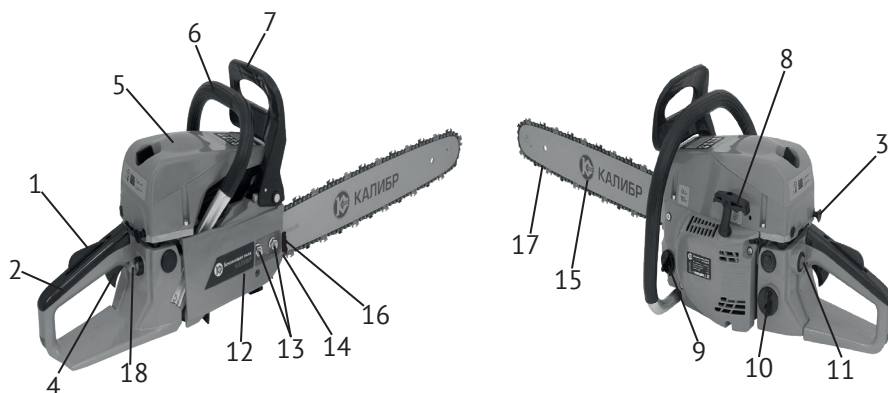

рис. 1
Бензопила – инструмент, использующий в качестве привода одноцилиндровый двухтактный бензиновый двигатель внутреннего сгорания. Рабочим органом пилы является пильный аппарат, состоящий из бесконечной (замкнутой) пильной цепи (рис.1 поз.17), которая движется по шине (рис.1 поз.15).
Двигатель работает на топливе из смеси неэтилированного бензина с октановым числом не менее 92 и специального масла для 2-тактных двигателей. Он оснащён мембранным карбюратором и электронной системой зажигания. Для запуска двигателя служит ручной стартёр (рис.1 поз.8) и ручной насос (праймер, рис.1 поз.18) для предварительной подкачки топлива в карбюратор.
Ведущая звёздочка приводится в движение автоматической муфтой сцепления. На холостых оборотах зацепление не происходит, и пильная цепь не движется. Увеличиваем обороты двигателя до рабочих нажатием на рычаг управления дросселем (рис.1 поз.4). При этом колодки муфты сцепления расходятся и входят в зацепление с барабаном. Вращение начинает передаваться на приводную звёздочку пильной цепи. После отключения рычага управления дросселем, обороты двигателя снижаются до холостого хода (около 2800 об/мин), цепь автоматически останавливается. Остановка цепи также осуществляется механическим тормозом двойного действия: вручную, нажав левой рукой на щиток тормоза (рис.1 поз.7) от себя, или при срабатывании автоматического инерционного привода (при отскоке, защемлении цепи).
Две рукоятки пилы – передняя (рис.1 поз.6) и задняя (рис.1 поз.2) оснащены устройством виброгашения.
### 2.4 Общий вид бензопилы представлен на рис.1
### 2.5.1 Установка зубчатого упора (рис.1 поз.16), если он не установлен.
Перед монтажом зубчатого упора убедитесь, что переключатель зажигания (рис.1 поз.11) находится в положении «0» - выключено.
- открутите с помощью гаечного ключа гайки (рис.1 поз.13) крепления шины и снимите крышку тормоза цепи (рис.1 поз.12);
- установите зубчатый упор (рис.1 поз.16) (зубьями вверх) и зафиксируйте двумя винтами (см.рис.).
- ослабьте с помощью гаечного ключа и снимите с пилы гайки (рис.1 поз.13);
- снимите крышку тормоза цепи, установите шину (рис.1 поз.15) на крепёжные шпильки в крайнее заднее положение;
- пильную цепь (рис.1 поз.17) наденьте на ведущую звёздочку, расположенную перед барабаном сцепления. Уложите верхнюю часть цепи в паз шины, пропустите цепь между зубцами ведомой звёздочки на переднем конце шины. Потяните шину вперёд так, чтобы нижняя часть цепи «села» в паз шины. Проверьте, чтобы направление зуба цепи совпадало с направлением, указанным на корпусе. Убедитесь, что тормоз цепи находится в выключенном положении.
- Удерживая шину с цепью, установите тормоз цепи на крепёжные шпильки, так чтобы палец винта натяжителя цепи (рис.1 поз.14) попал в регулировочное отверстие хвостовика шины.
- Затяните гайками (рис.1 поз.13) шину и тормоз цепи вручную.
**Внимание!** Перед регулировкой натяжения цепи убедитесь, что гайки крепления шины (рис.1 поз.13) немного ослаблены.
Регулировка натяжения цепи производится винтом (рис.1 поз.14) при ослабленных гайках крепления шины:
- открутите пробку маслобака (рис.1 поз.9);
- установите переключатель зажигания (рис.1 поз.11) в положение «I» - включено;
- несколько раз медленно нажмите на колпачок праймера (рис.1 поз.18) для подкачки топлива, пока смесь не заполнит резиновый колпачок кнопки;
- вытяните до упора кнопку воздушной заслонки (рис.1 поз.3) из корпуса бензопилы;
- нажмите последовательно рычаг безопасности (рис.1 поз.1) и рычаг управления дросселем (рис.1 поз.4);
- правой рукой за рукоятку стартера (рис.1 поз.8) сделайте несколько коротких рывков шнура стартера до первых признаков запуска двигателя (схватывание);
- при необходимости, несколько раз медленно нажмите на колпачок праймера (рис.1 поз.18) для подкачки топлива, пока смесь не заполнит резиновый
- вытяните до упора кнопку воздушной заслонки (рис.1 поз.3) из корпуса бензопилы, затем задвиньте полностью обратно (заслонка заняла пусковое положение);
- выкрутить свечу зажигания, которая находится под крышкой (рис.1 поз.5) воздушного фильтра;